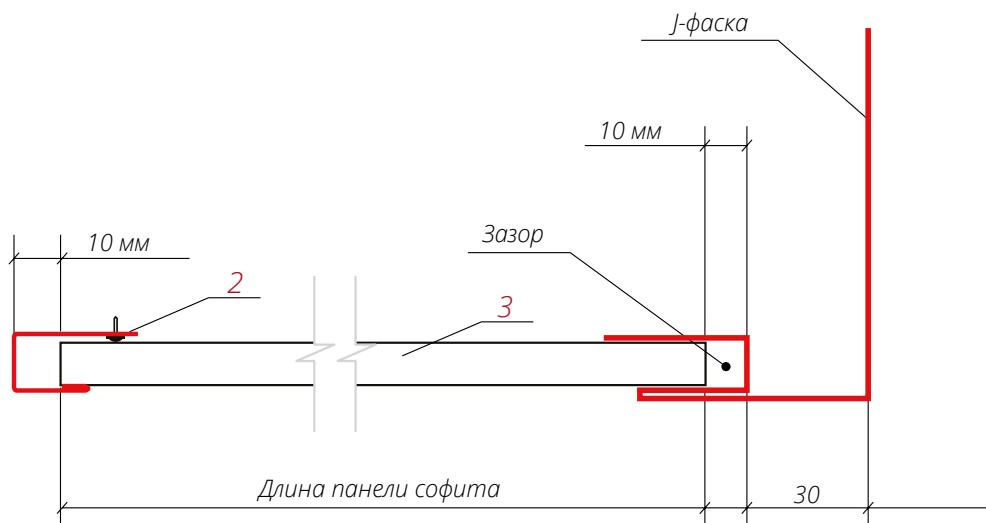

Рис. 13
- Заведите подготовленную панель 3 до упора в паз П-образной планки 2, второй край вставьте в паз J-фаски 1. Сдвиньте панель на середину пазов и закрепите саморезами (рис. 13).